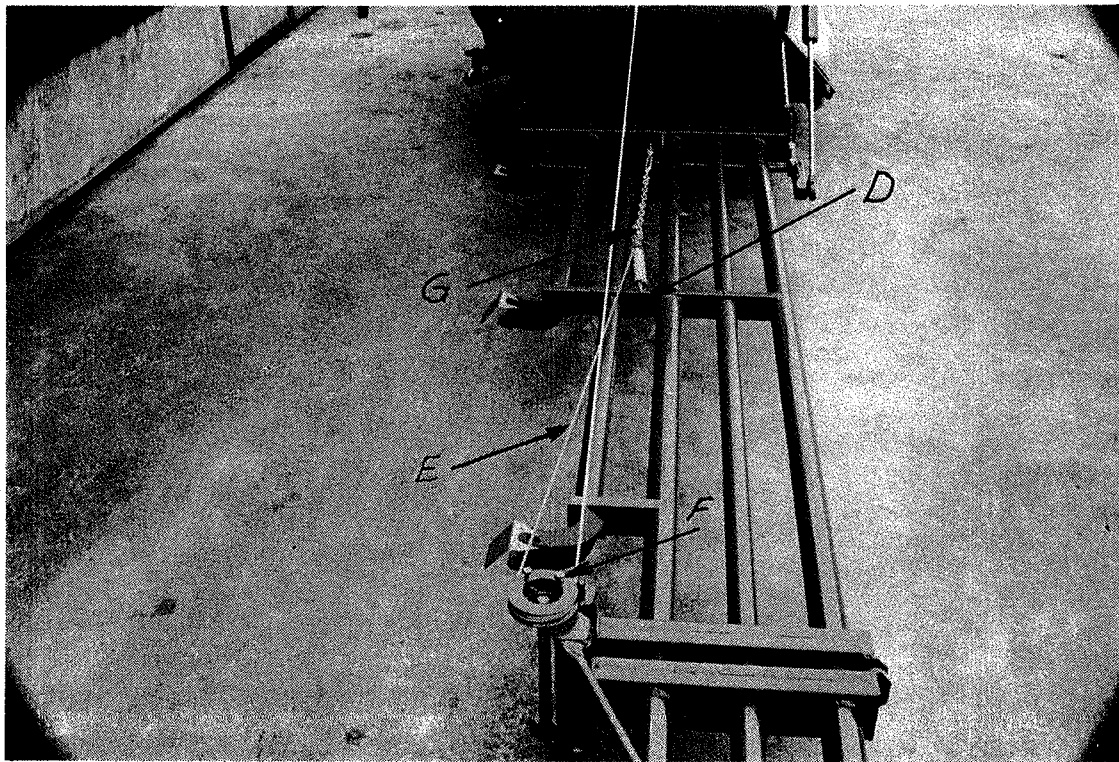

FIG. 3
4. När hydraulcylindern är fullt utdragen och vantskruven lång, fästes dragfjädern till kättingen så att fjädern har en viss förspänning. Fig 3.
5. Ytterbommens svängwire E bild 3, fästes till linhjulet vid punkt F. Nämda wire föres bakom linhjulet och fästes till kättingen vid punkt G med hjälp av en schackel och wirelås.